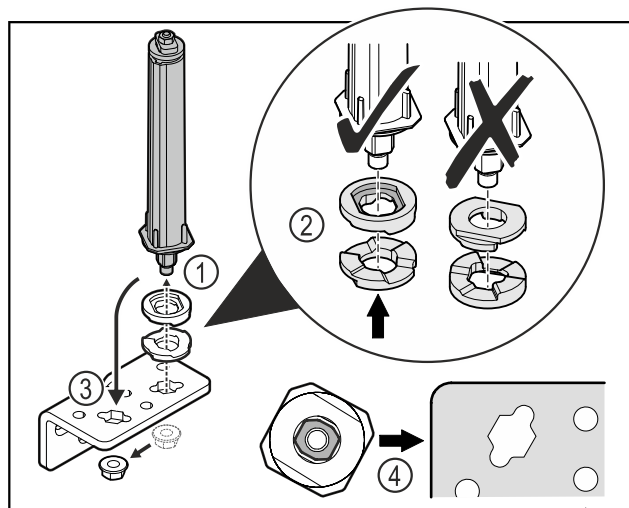

Fig. 34
- ▶ Uvoľnite maticu a odstráňte systém zatvárania dverí Fig. 34 (1).
- ▶ Dbajte na správne vyrovnanie podložiek na výškové prestavenie Fig. 34 (2).
- ▶ Premiestnite systém zatvárania dverí v uholníku závesu a zafixujte ho maticou Fig. 34 (3).
- ▶ Dbajte pri nasadzovaní na správne vyrovnanie systému zatvárania dverí Fig. 34 (4).